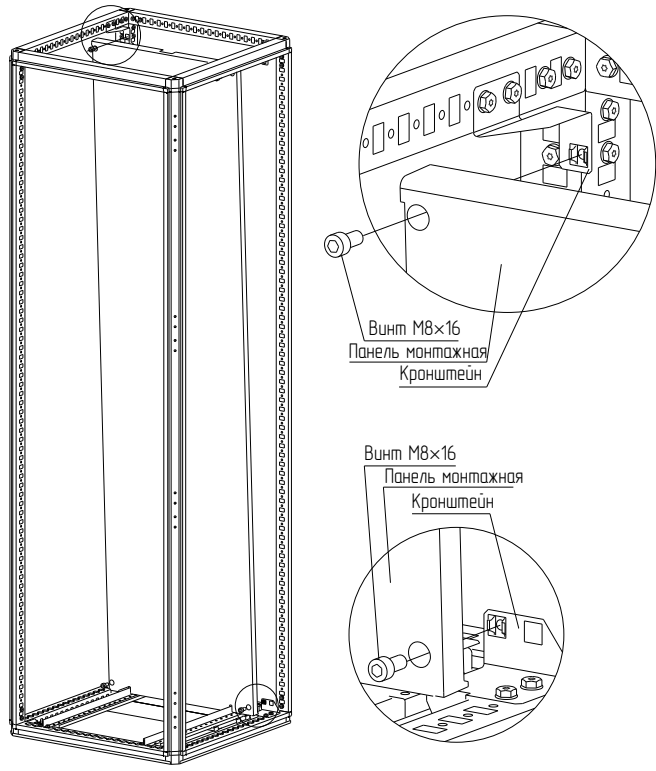

Рисунок 10
- 4.4.4 Прислоните панель монтажную к кронштейнам и закрепите винтами М8×16 (Рисунок 10). Момент затяжки – 10 Н·м.